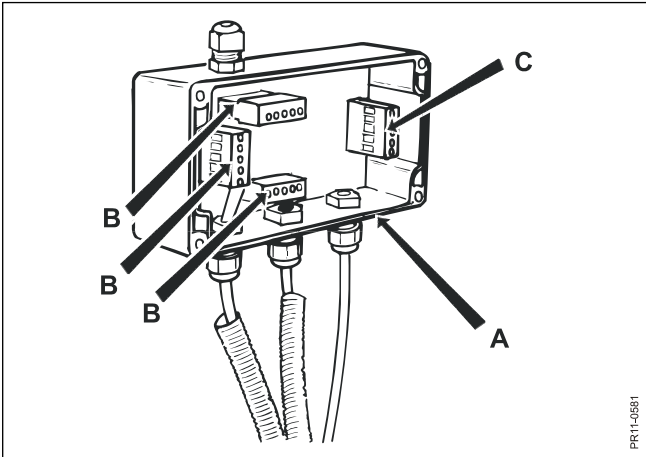

Fig. 8.4
Fig. 8.4 Ved svejsning må der **aldrig nogensinde** kunne løbe strøm igennem en vejecelle. Det undgås ved at åbne samleboksen (A) og demontere stik for vejeceller (B) og stik for instrument (C).